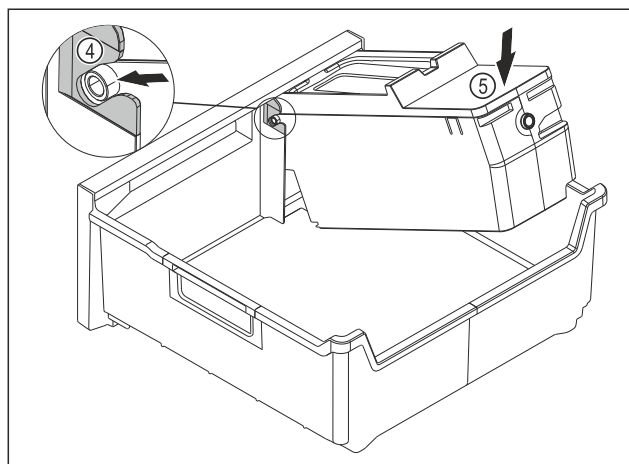

Fig. 89
- Monter le corps de l'EasyTwist-Ice : Insérer les axes du corps de l'EasyTwist-Ice dans les guides Fig. 89 (4).
- Appuyer l'arrière du corps de l'EasyTwist-Ice Fig. 89 (5) vers le bas.